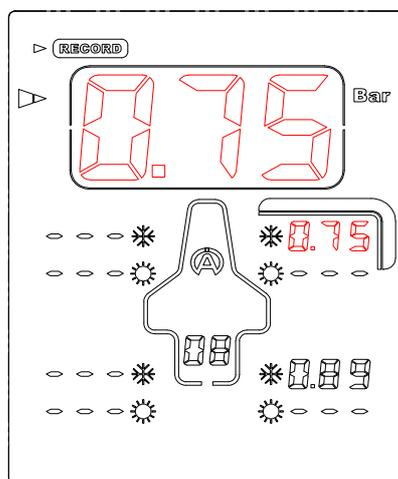

Figura 4
- 4) Premere il tasto centrale  per registrare la pressione misurata, quindi Tyrecontrol si sposta poi automaticamente sul prossimo pneumatico secondo la sequenza programmata nel modo SETUP. Nell'esempio (figura 4), lo strumento si posiziona sul pneumatico anteriore destra.
- 5) Collegare Tyrecontrol alla valvola del pneumatico (figura 4).